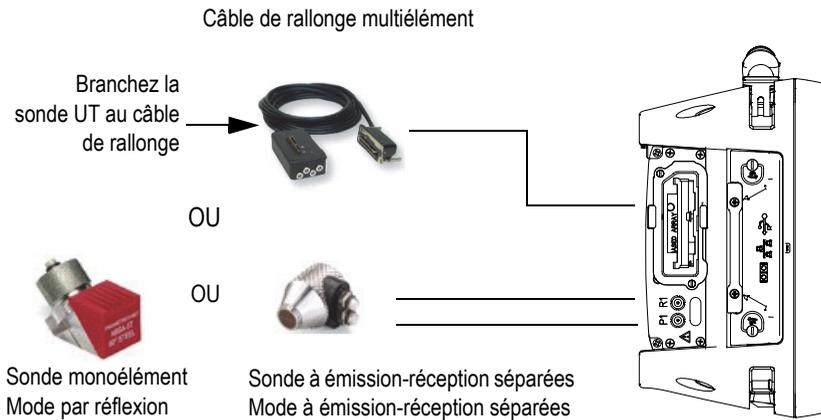

Figure 1-5 Exigences de la connexion de la sonde UT
Le logiciel OmniScan MXU combine les modes de fonctionnement par ultrasons conventionnels (UT) et multiéléments (PA). Selon le module installé à l'arrière de l'OmniScan MX2, vous pouvez utiliser des sondes à ultrasons conventionnels (UT) ou multiéléments (PA). Branchez les sondes UT aux connecteurs UT, tel que montré à la Figure 1-5 à la page 26. Utilisez une sonde à émission-réception séparées pour le mode à émission-réception séparées. Vous pouvez aussi utiliser un adaptateur pour brancher une sonde UT dans le connecteur PA.